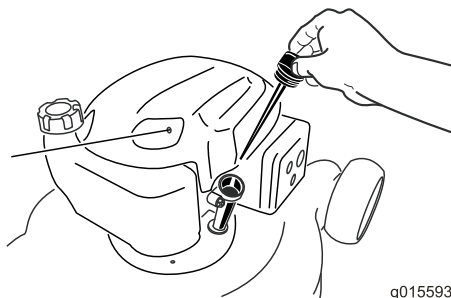

Figure 13
2. Retirez la jauge (Figure 13) et versez de l'huile dans le tube de remplissage pour remplir le carter moteur aux 3/4.